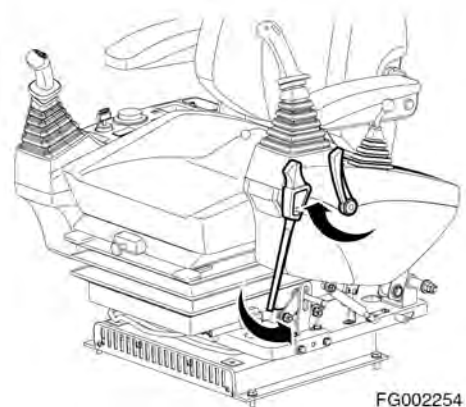
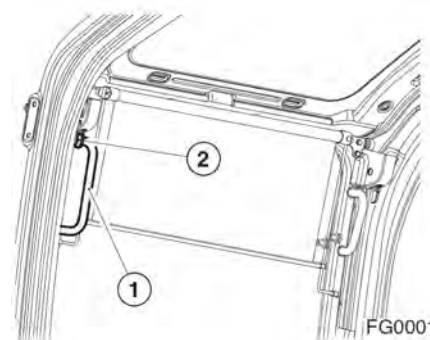

Рис. 150
Рис. 151
Покидая машину, необходимо установить рычаг блокировки безопасности в положение блокировки (LOCK), рис. 150, в противном случае в результате случайного перемещения рабочих рычагов может произойти серьезная авария. Рис. 151
При креплении переднего окна в кабине оператора убедитесь в том, что оба рычага блокировки (1, рис. 151) находятся в зацеплении.
2. Установить рычаг безопасности в заблокированное положение (LOCK), рис. 150.
5. Возьмитесь за ручки окна (1, рис. 151), затем потяните рычаги блокировки (2), чтобы снять блокировку. Выйдет верхняя часть переднего окна.
2. Установить рычаг безопасности в положение блокировки (LOCK), рис. 150 и заглушить двигатель.
5. Когда низ окна достигнет верха нижнего переднего окна, подтолкните переднее окно, чтобы защелкнулся блок (2, рис. 151).